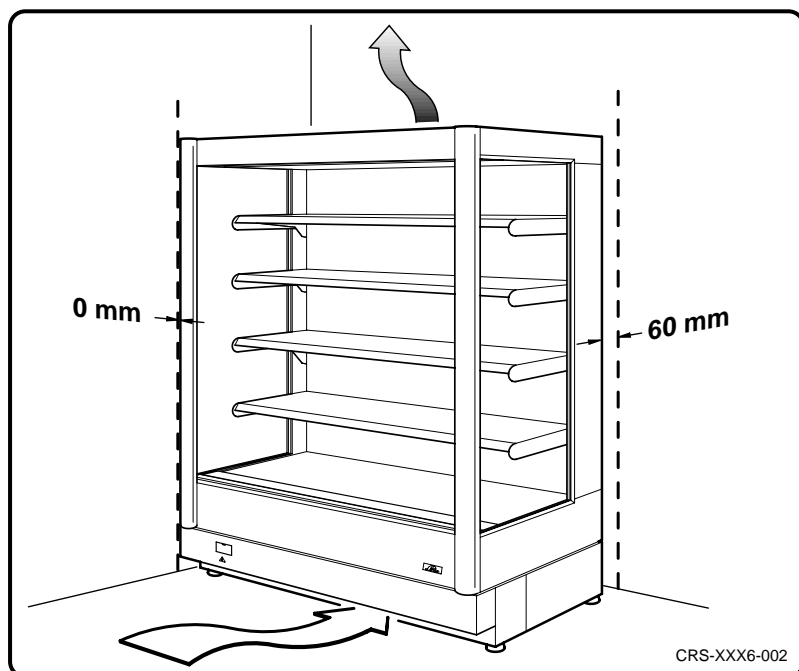

Fig. 5
- emplazamiento individual en una pared o en una esquina (fig. 5)
- Instalação individual numa parede ou num canto (fig. 5)
- Apart aan een wand of in een hoek (afb. 5)